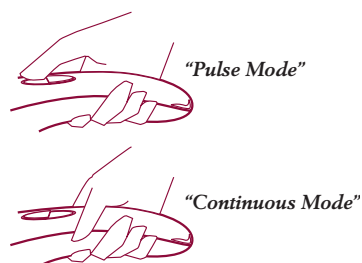

Fig. 2
- il tasto posteriore "Continuous Mode" deve essere premuto una volta per accendere l'apparecchio. Se premete nuovamente il tasto, l'apparecchio si spegne. (fig.2)